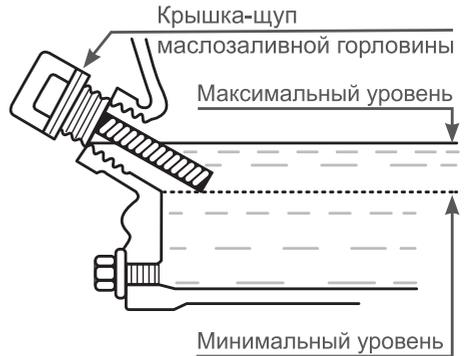

Рис. 5 Проверка уровня масла в картере
4. Протрите щуп насухо и вставьте в отверстие горловины, не закручивая (Рис. 5).
5. Аккуратно вытащите щуп и осмотрите его. Уровень масла должен соответствовать верхней отметке на щупе. При недостаточном уровне масла в картере необходимо долить чистое масло до верхней отметки на щупе, что соответствует нижней кромке заливного отверстия (Рис. 5). После окончательной проверки, плотно закрутите крышку-щуп.
Максимальный уровень масла в картере соответствует нижней кромке маслосаливной горловины (Рис. 5).